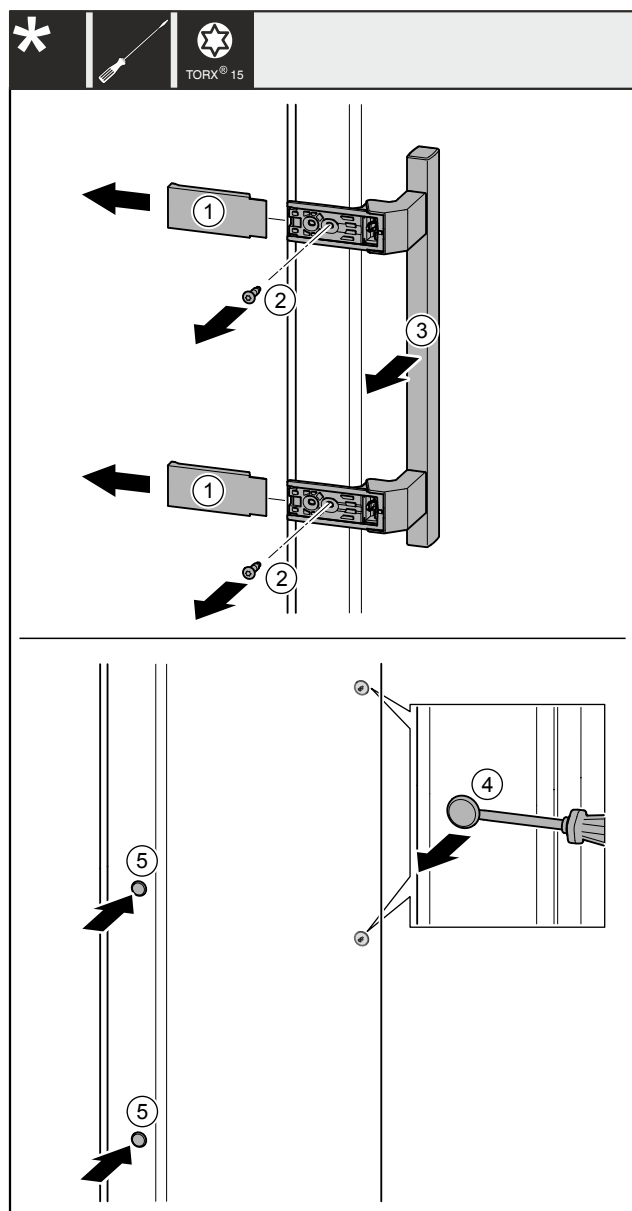

Fig. 40
- Stáhněte kryty Fig. 40 (1).
- Šroubovákem vyšroubujte šrouby Fig. 40 (2).
- Sejměte madlo Fig. 40 (3).
- Postranní zátku Fig. 40 (4) opatrně plochým šroubovákem nadzvedněte a vytáhněte.
- Zátku Fig. 40 (5) opět vložte na druhé straně.